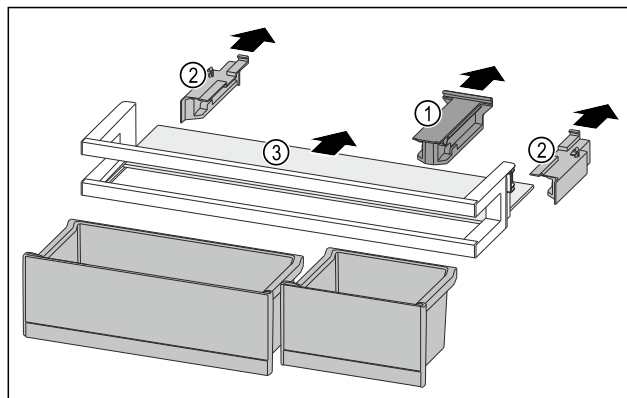

Fig. 137
- Desprindeți piesa de susținere Fig. 137 (1).
- Desprindeți piesele laterale Fig. 137 (2).
- Extrageți raftul Fig. 137 (3).